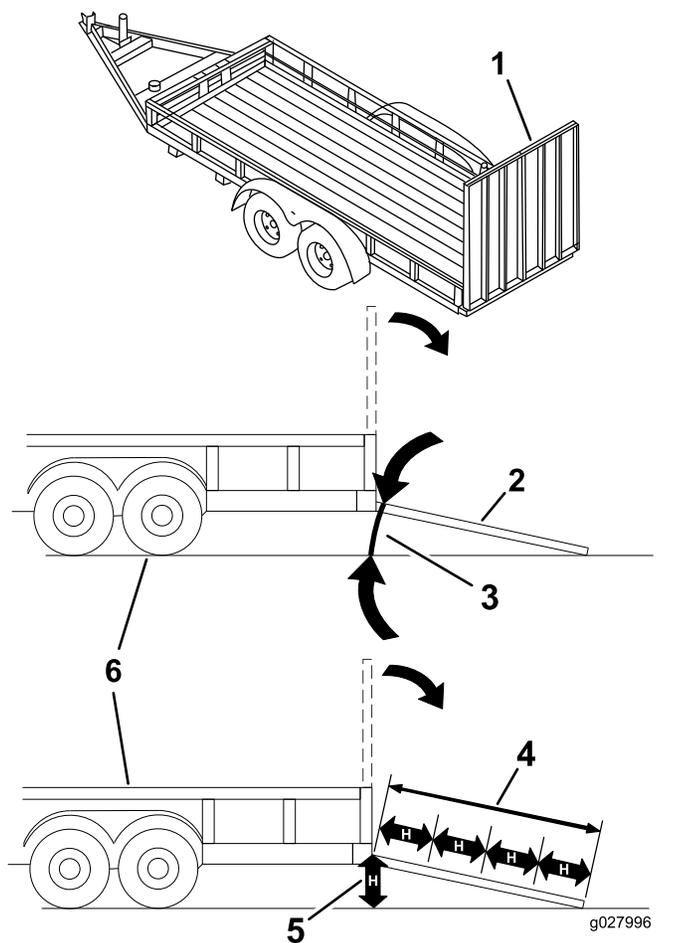

Рисунок 17
При погрузке машины на прицеп или грузовик возникает повышенная вероятность опрокидывания, что может привести к получению тяжелой травмы или гибели (Рисунок 17).
3. Опустите наклонный въезд (Рисунок 17).
1. Опустите наклонный въезд (Рисунок 17).